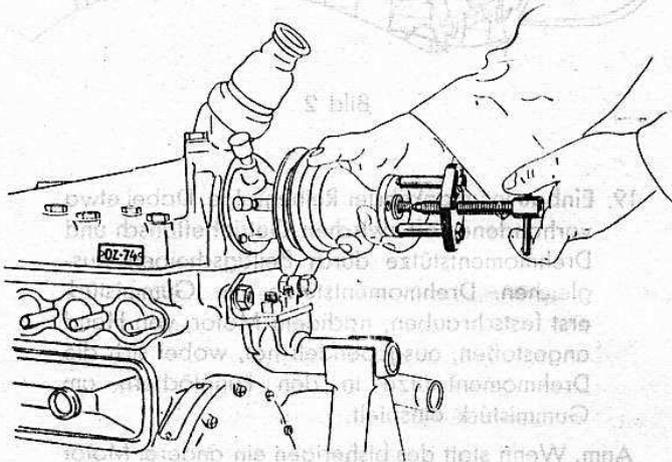

Bild 3
5. Wasserpumpe und Kühlwasserregler abbauen (Wst 1600), Rd.-Nr. 7 c, Ziffer 2—5 (Bild 3, 4 und 5).